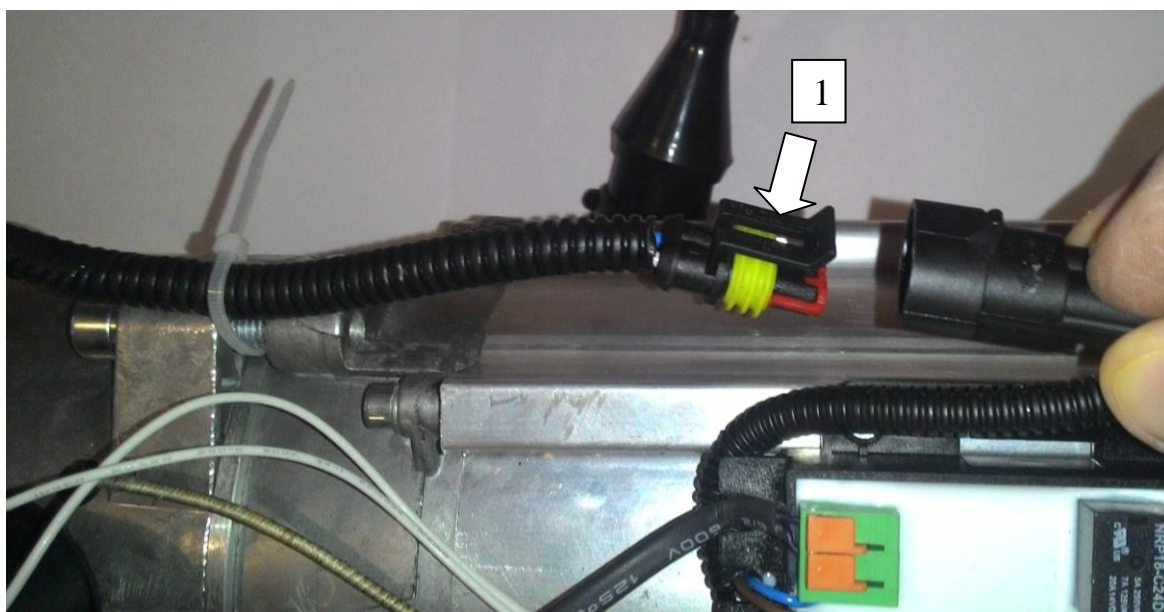

Рис.14 Разъем питания электродвигателя
- разъединить разъем электропитания электродвигателя поз.1 рисунок 14:
- разъединить разъем электропитания электродвигателя поз.1 рисунок 14;
- разъединить разъем питания электродвигателя поз.1 рисунок 14;